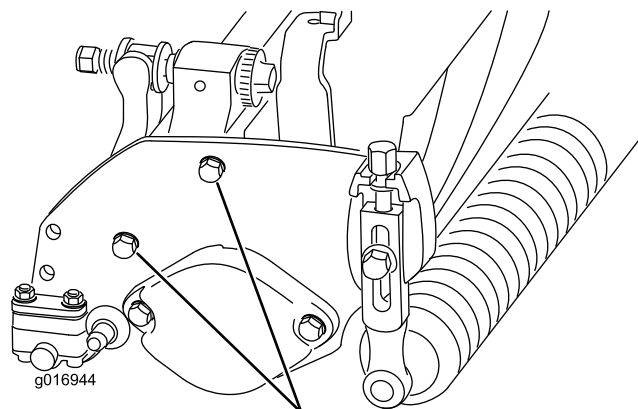

図 8
**注** リールと後ローラとの平行関係は、カッティングユニット全体の組み立て精度により保証されていますから、調整は不要です。ごくわずかな狂いを戻す調整は可能です。まず、定盤の上でサイドプレート組み付けボルトをゆるめます（図 8）。終了後にボルトを調整して締め付けてください。